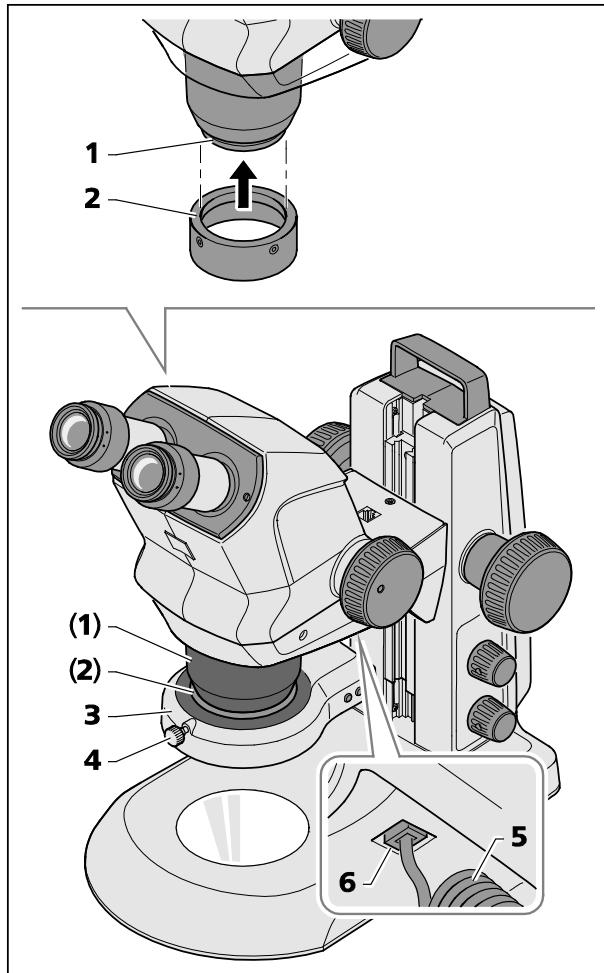

Bild 9 Ringleuchte montieren
- Den Haltering A53 (Bild 9/2) von unten auf das Staubschutzglas (Bild 9/1) des Stemi 508 aufschieben und durch Anziehen der zwei Sicherungsschrauben (Innensechskant, SW 3) fixieren.
- Das Anschlusskabel (Bild 9/5) der Ringleuchte (Bild 9/3) in die untere Buchse (Bild 9/6) des Stemi-Trägers und in die Buchse der Ringleuchte einstecken.
- Die Ringleuchte von unten auf den Haltering A53 (Bild 9/2) aufschieben und mit der Rändelschraube (Bild 9/4) fixieren.
- Dann die Ringleuchte mit Adapter an der Vorsatzoptik hochschieben und mittels Klemmschraube fixieren (analog Bild 9).